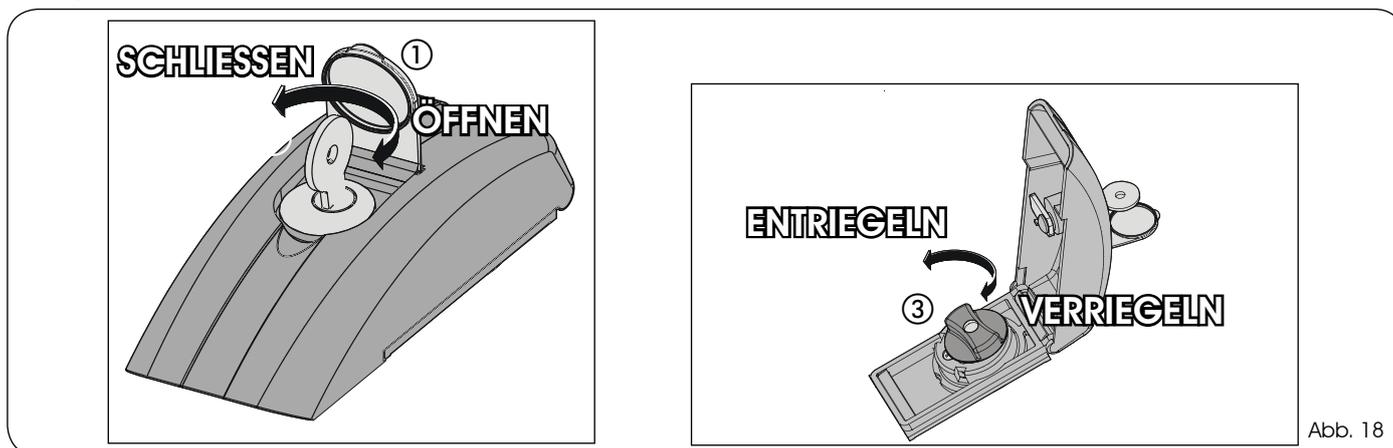

Abb. 18
- 1) Hierzu muss der Deckel (Abb. 18, Bez. ①) geöffnet und der mitgelieferte Schlüssel in das Schloss (Abb. 18, Bez. ②) gesteckt werden.
**3) Den Entriegelungsknopf (Abb. 18, Bez. ③) bis zum Anschlag gegen den Uhrzeigersinn drehen.**